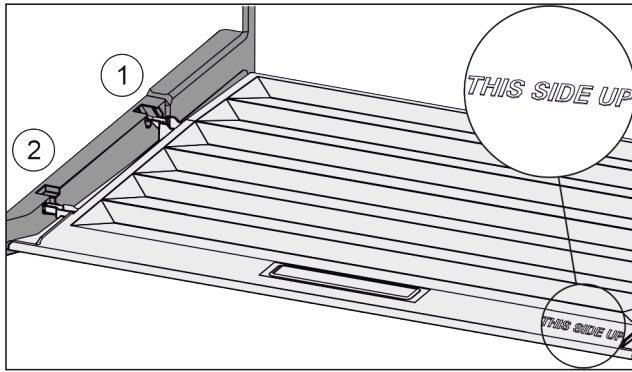

Fig. 28
- ▶ Introduzca los nervios de la tapa por la abertura en el soporte trasero Fig. 28 (1) y encájelos por delante en el soporte Fig. 28 (2).